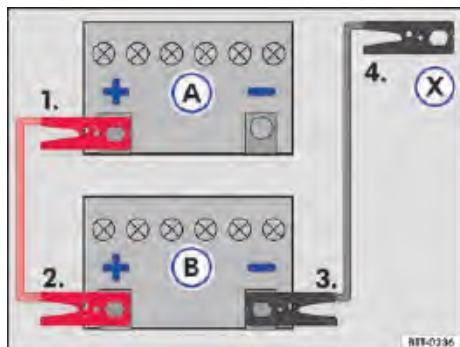

Fig. 216 Esquema para la conexión de los cables auxiliares de arranque: batería del vehículo descargada (A) y batería del vehículo que provee la corriente (B).
Leyenda para → fig. 216:
Conectar el cable de arranque auxiliar solo en la secuencia 1 – 2 – 3 – 4 → fig. 216.
- Conectar una extremidad del cable auxiliar de arranque *rojo* al polo positivo (+) del vehículo con la batería del vehículo descargada → fig. 216 (A) → ⚠.
- Conectar el otro extremo del cable de arranque auxiliar *rojo* al polo positivo (+) del vehículo que suministra corriente (B).
- Conectar un extremo del cable de arranque auxiliar *negro* al polo negativo de la batería del vehículo que suministra la corriente (B).
- Conectar el otro extremo del cable de arranque auxiliar *negro* (X) al vehículo con la batería descargada en un punto de ayuda al arranque (punto de puesta tierra) o una pieza maciza de metal atornillada firmemente al bloque del motor, sin embargo, no cerca de la batería (A) → ⚠.